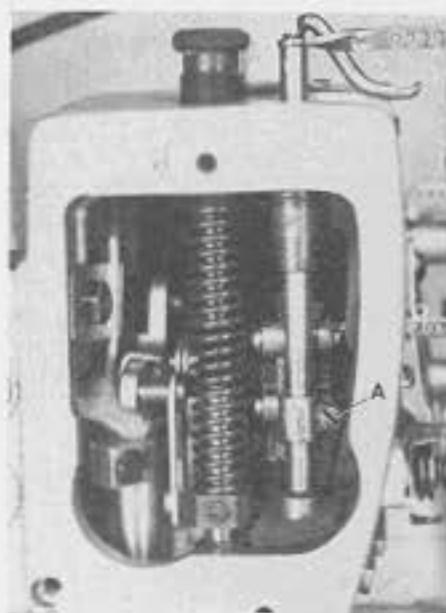
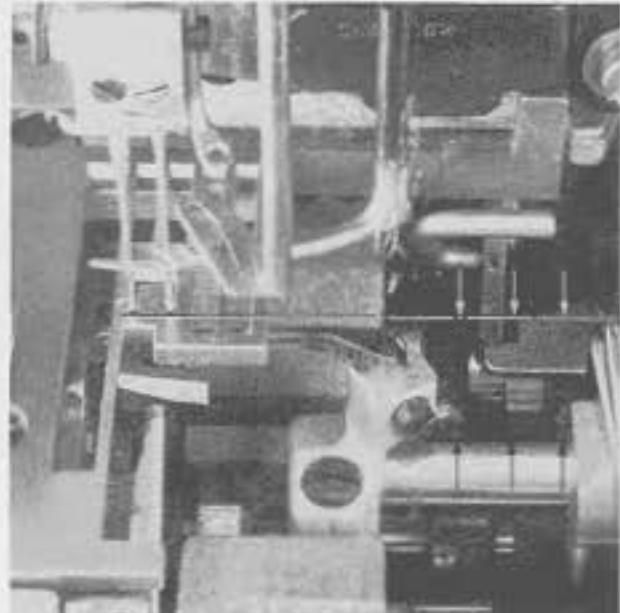
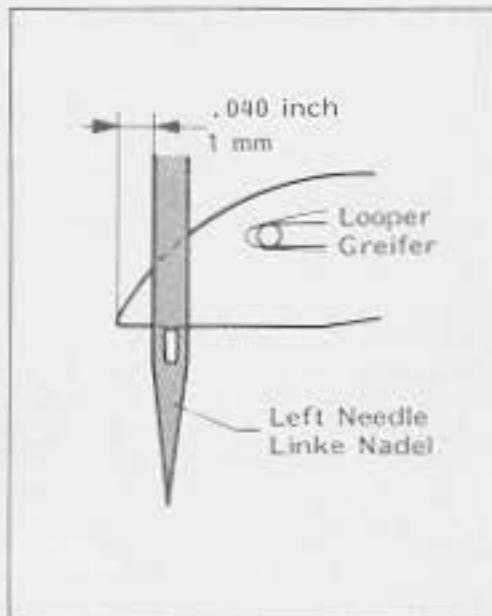

Fig.16
Fig.17
Fig.19
3. Loosen screw (A, Fig. 16) and turn needle bar as required, so the needles center in the needle holes of throat plate and are parallel to the looper shaft (see Fig. 17). This can be checked by holding a ruler against the needles.
4. Retighten screw (A, Fig. 16).
The height of needle bar is correct, when the looper point at its travel from right to left is 1 mm (.040 in.) left of the left needle (see Fig. 19) and the top of the needle eye is flush with the underside of the looper. For adjustment loosen screw (A, Fig. 16) and move needle bar up or down as required. Retighten screw (A).
\* The needle bar can also be aligned and set to height without removing the Metering Device. For this, remove plug (Q, Fig. 57) in the head cover plate to have access to screw (A, Fig. 16) in the needle bar connection. Remount the plug.
3. Lösen Sie die Schraube (A, Fig. 16) und drehen Sie die Nadelstange so, daß die Nadeln mittig in die Stichlöcher der Stichplatte einstechen und parallel zur Greiferwelle stehen (siehe Fig. 17). Dies kann durch Anlegen eines Lineals an die Nadeln geprüft werden.
4. Ziehen Sie die Schraube (A, Fig. 16) wieder an.
Die Nadelstangenhöhe ist richtig eingestellt, wenn die Greiferspitze bei ihrem Weg von rechts nach links 1 mm links der linken Nadel steht (siehe Fig. 19) und Oberkante Nadelöhr und Unterkante Greifer in gleicher Höhe stehen. Lösen Sie für diese Einstellung die Schraube (A, Fig. 16) und schieben Sie die Nadelstange nach Bedarf nach oben oder unten. Ziehen Sie die Schraube (A) wieder an. Beachten Sie, daß bei dieser Einstellung die Nadelstange nicht verdreht wird.
\* Die Nadelstange kann auch ohne Abbau der Zumeßeinrichtung (Metering Device) ausgerichtet und auf die Höhe eingestellt werden. Entfernen Sie dazu den Verschlußstopfen (Q, Fig. 57) in der Kopfdeckelplatte, damit die Schraube (A, Fig. 16) im Nadelstangen-Mitnehmer zugänglich wird. Montieren Sie den Verschlußstopfen wieder.